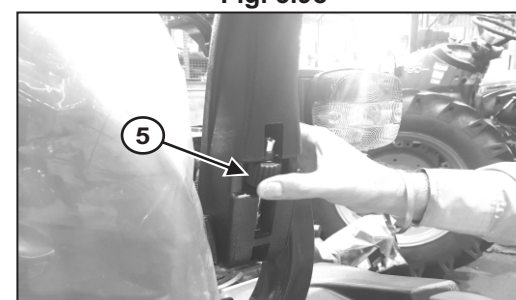

Fig. 3.9d
- Rode o botão (5, fig. 3.9d) para a direita para aumentar a inclinação do apoio de braço.
- Rode o botão (5, fig. 3.9d) para a esquerda para diminuir a inclinação do apoio de braço.